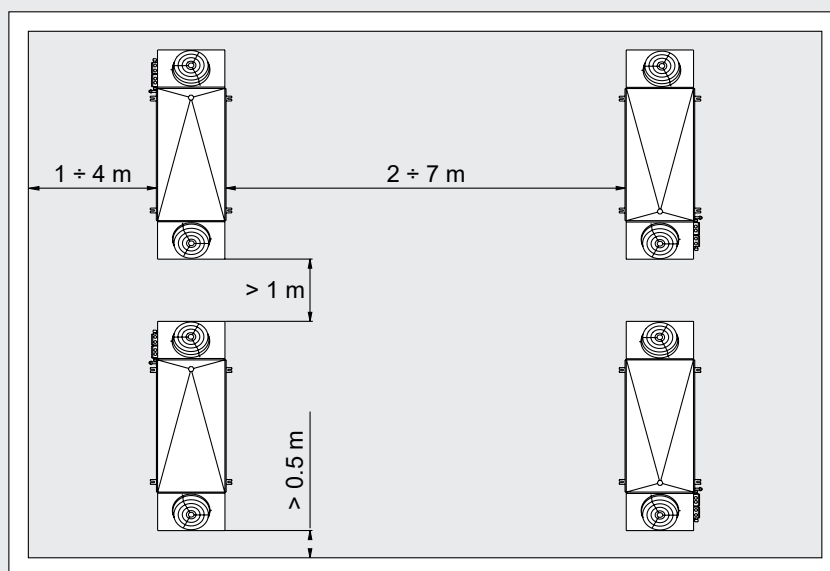

Figura 4
- 6.9 Asegurar un volumen libre adecuado (aproximadamente el 30% del volumen interno de la célula) para una correcta circulación del aire de entrada y salida. Respete la distancia mínima para extraer e introducir los elementos calefactores. En el caso de una instalación de muchos aeroevaporadores en la misma cámara frigorífica o sala de climatización, respetar las medidas indicadas en la "Figura 4".